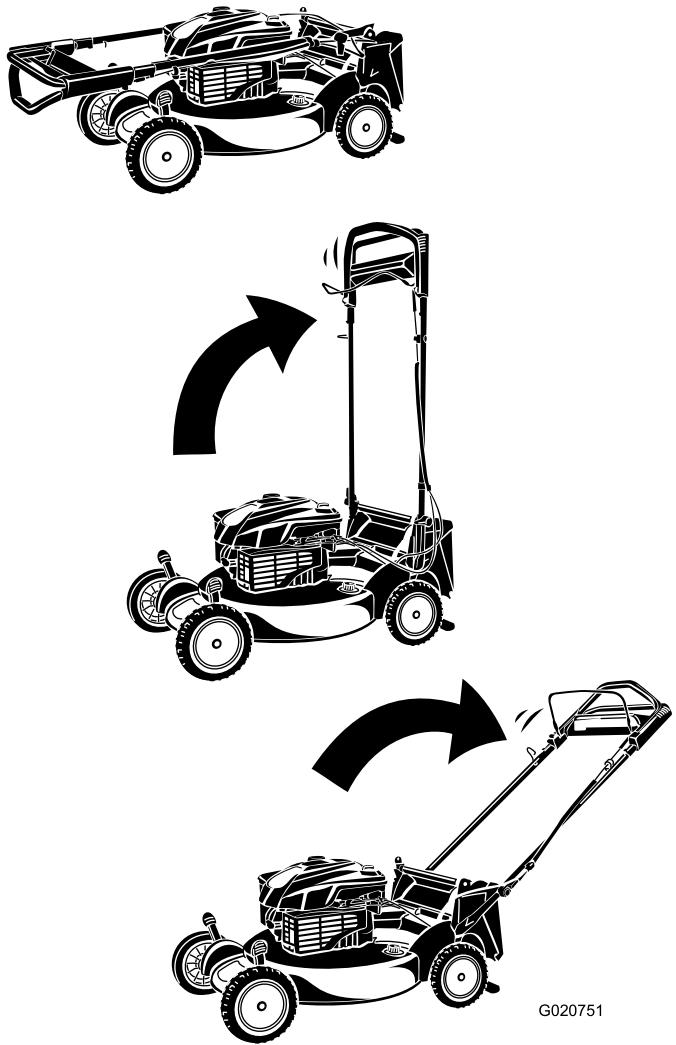

Figura 4
- Fate ruotare la stegola indietro (Figura 4).